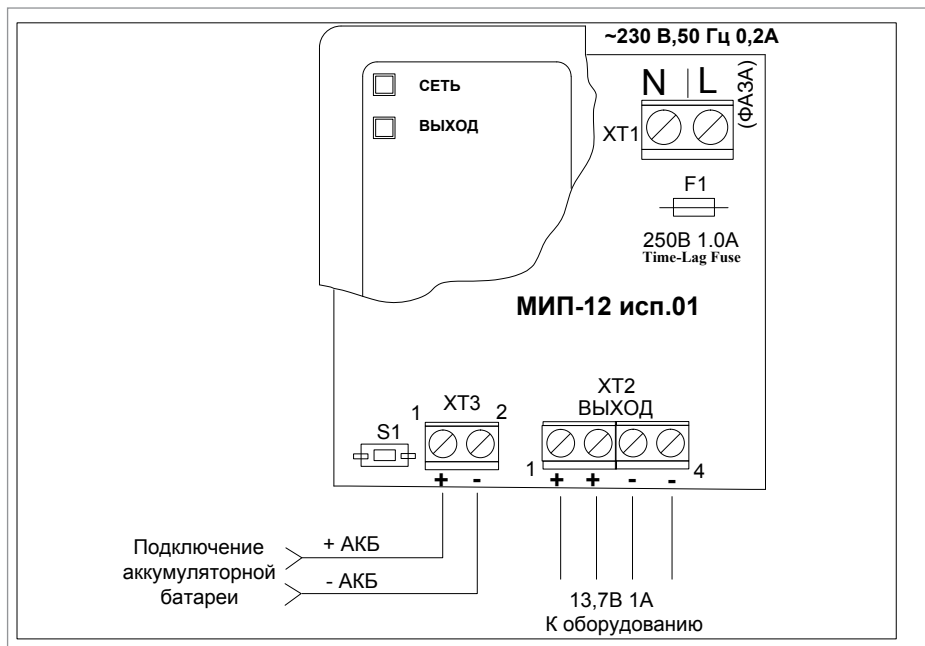

Рисунок 13. Схема подключения «МИП-12 исп.01», «МИП-12 исп.02»
При подключении внешнего питающего напряжения 230 В к сетевой колодке необходимо соблюдать правильность подключения проводов «фаза» и «нейтраль». Подключение производить в соответствии с маркировкой, расположенной на лицевой стороне корпуса или в соответствии с Рисунок 13.
1.5. Проверить правильность произведённого монтажа в соответствии со схемой подключения МИП-12 исп.01, МИП-12 исп.02 (Рисунок 13).